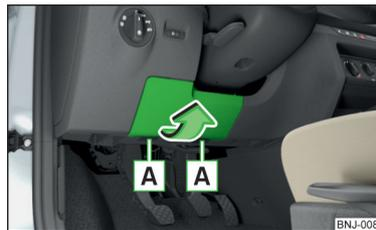

Abb. 178
- Die Abdeckung des Sicherungskastens in Pfeilrichtung abnehmen » Abb. 178.